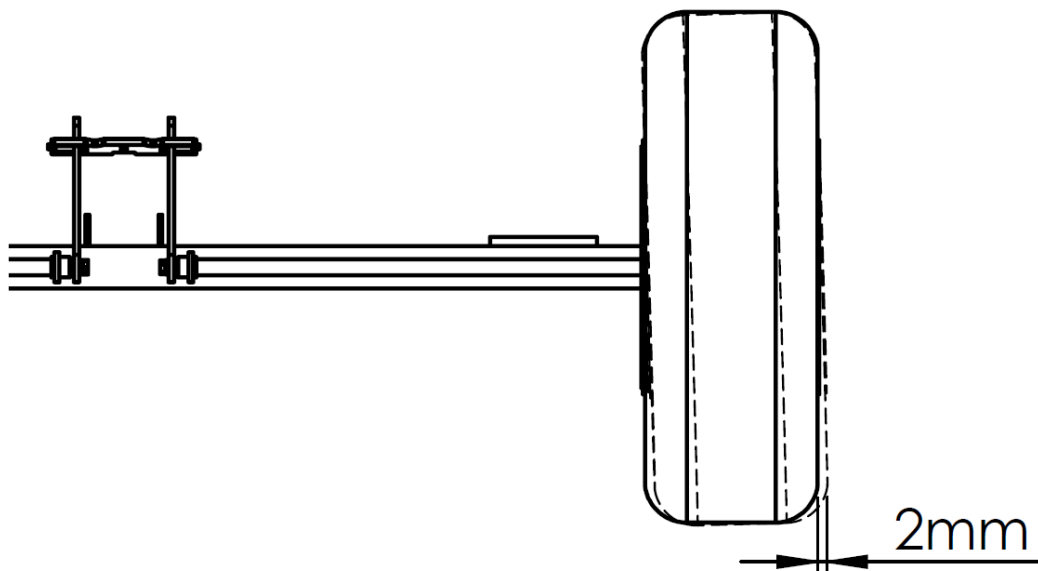

Abb. 12 Spielraumprüfung in den Radlagern.
- wenn das Rad einen übermäßigen Spielraum auf der externen, äußeren Reifenfläche über 2mm (Abb. 12) zeigt die Radnabenabdeckung und die Nabendichtung demontieren und den Splint aus der Kronenmutter nehmen;